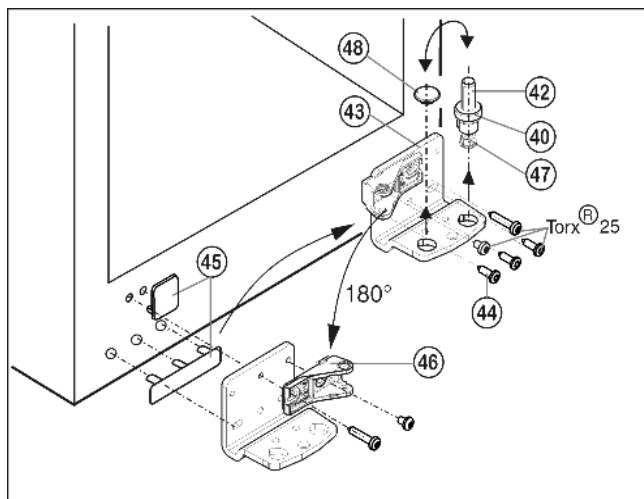

Fig. 9
- ▶ Ložiskový čep Fig. 9 (42) včetně podložky Fig. 9 (40) a seřizovací nožky Fig. 9 (47) vytáhněte nahoru.
- ▶ Zátku Fig. 9 (48) odstraňte.
- ▶ Stojan ložiska Fig. 9 (43) odšroubujte Fig. 9 (44).
- ▶ Krytky na straně madla Fig. 9 (45) opatrně vytáhněte a přemístěte na druhou stranu.
- ▶ Stojan ložiska Fig. 9 (43) na nové straně závěsu zase přišroubujte příp. pomocí akumulátorového šroubováku (momentem 4 Nm).
- ▶ Ložiskový díl Fig. 9 (46) odšroubujte a zevnitř zase dotáhněte otočený o 180°, dlouhý šroub vždy zašroubujte do podélného otvoru.
- ▶ Zátku Fig. 9 (48) zase vložte do druhé díry.
- ▶ Ložiskový čep Fig. 9 (42), s podložkou a seřizovacími nožkami, zase nasadte. Přitom dávejte pozor, aby zajišťovací vačka směřovala dozadu.
- ▶ Dveře nasadte shora na spodní ložiskový čep Fig. 9 (42).
- ▶ Dveře případně pomocí podélných děr ve spodním stojanu ložiska Fig. 9 (43) vyrovnejte tak, aby lícovaly se skříni přístroje. Vyšroubujte prostřední šroub.